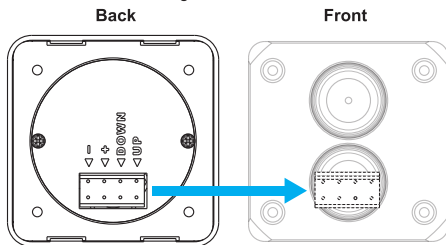

Fig.3
- Achten Sie bei der korrekten Positionierung darauf, dass sich der Klemmenblockstecker auf der unteren Seite hinter dem Lofrans' Touch Panel befindet (siehe Abb.3)